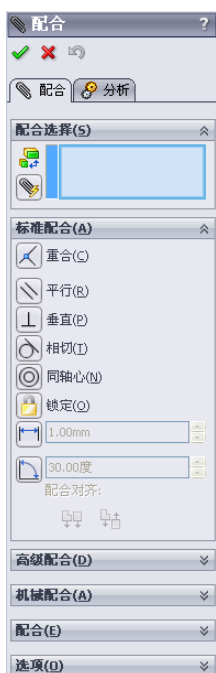
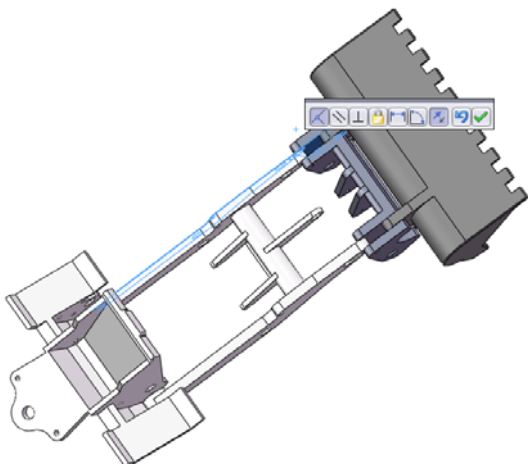
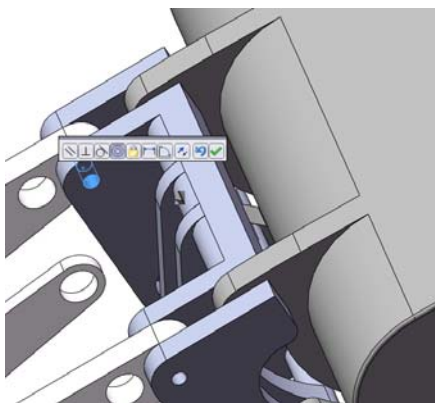
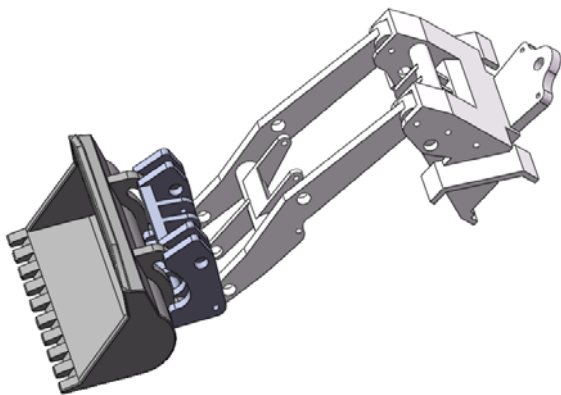

图 13-276 “配合”属性管理器
图 13-277 “重合”关系
图 13-278 “同轴心”关系
图 13-279 零件旋转结果
(5) 添加装配关系。选择菜单栏中的“插入”→“配合”命令，或单击“装配体”工具栏中的（配合）按钮，系统弹出“配合”属性管理器，如图 13-276 所示。选择图 13-277 所示的配合面，在“配合”属性管理器中单击（重合）按钮，添加“重合”关系，单击（确定）按钮，在“配合”属性管理器中单击（同轴心）按钮，添加“同轴心”关系，单击（确定）按钮。选择图 13-278 所示的配合面，拖动零件旋转到适当位置，如图 13-279 所示。